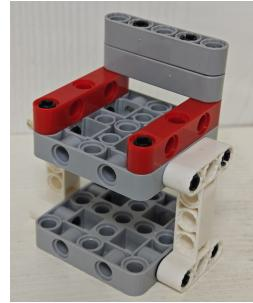

图 7 “工位”模型图
**4.4.1** 在某个拼装块上放置有 1 个“装配工作台”模型，其相邻的其中一块拼装块上放置有 1 个“工位”模型；如图 7 所示。